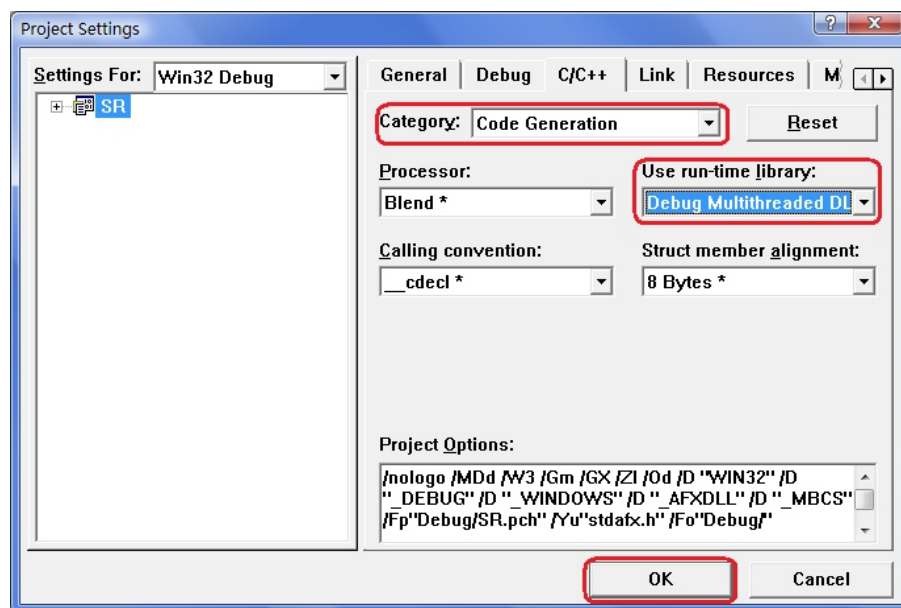

图 4-1-1
2. 打开 Project>Settings 中的 C/C++ 选项卡，在 Category 框中选择 Code Generation，在 Use runtime library 框中选择 Debug Multithreaded DLL，点 OK 关闭对话框。如图 4-1-1 所示。